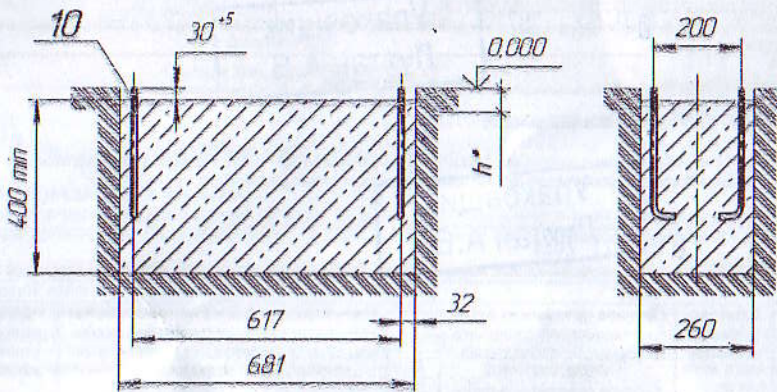

Рис. 3 (ударопоглощающее покрытие показано условно)
- 12.3.2 Подготовить приямок по схеме на рис. 3. Необходимая глубина приямка под заливку бетона определяется УСТАНОВЩИКОМ исходя из типа грунта в месте установки, но не менее 400 мм.